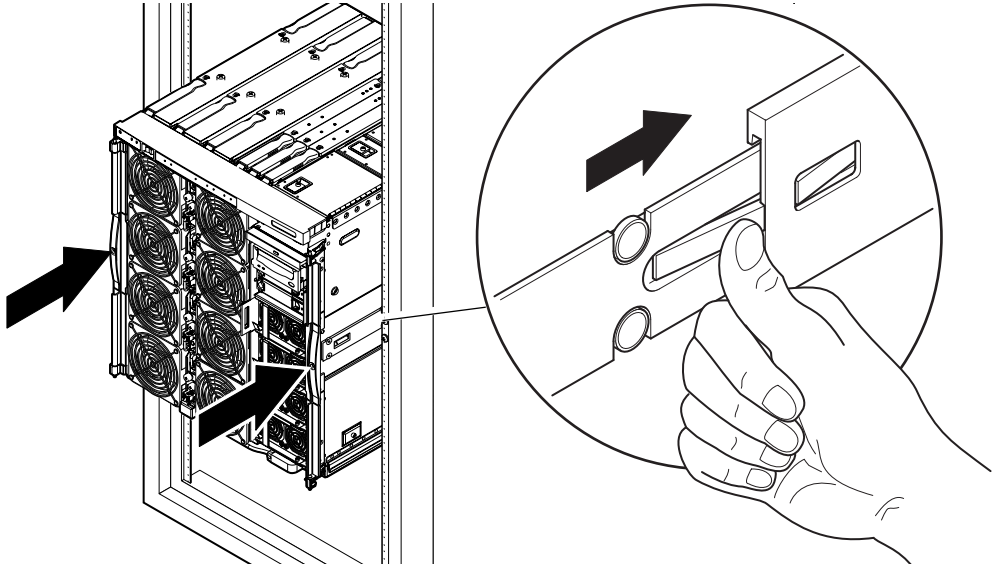

图 1-11 将系统推入系统机箱
11. 按压两侧滑轨的绿色锁扣，将系统推入机箱（图 1-11）。